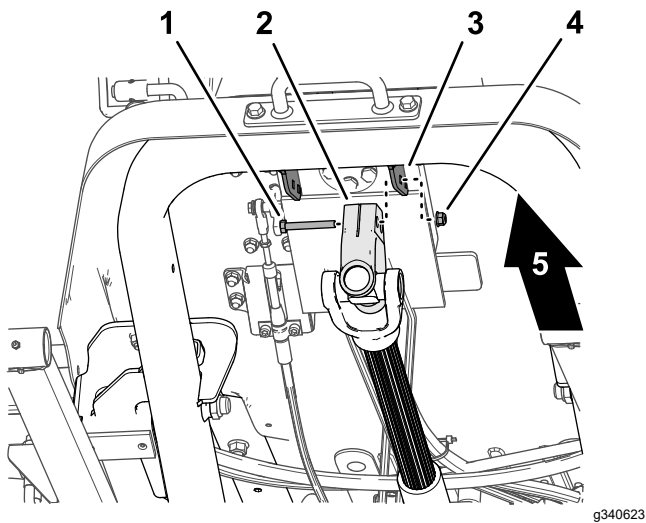

Figura 17
1. În timp ce susinei arborele de transmisie, îndepărtai urubul cu cap imbus i contrapiulia care fixează furca arborelui de transmisie pe suportul de montare al supapei de direcție (Figura 17) i coborâi cu grijă arborele de transmisie.